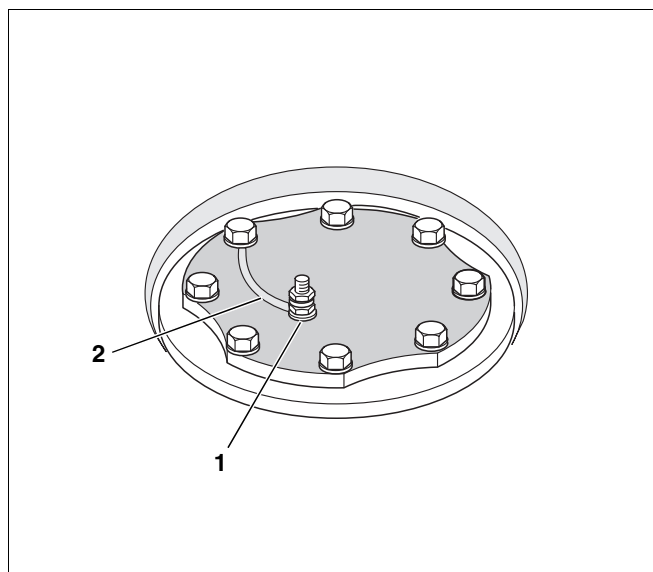

Fig. 12 Montage de l'anode au magnésium (schéma de principe)
- Mettre en place l'anneau du câble de mise à la terre et serrer les vis à tête hexagonale (fig. 12).